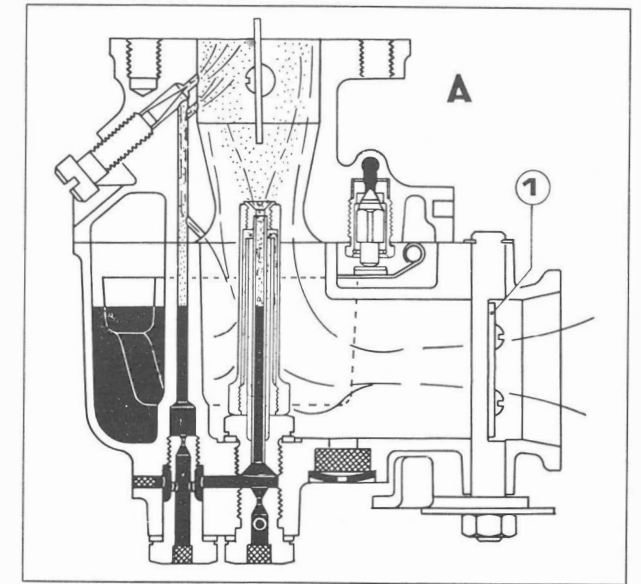

Fig. 33
A – Au démarrage à froid le papillon starter (1) est fermé pour limiter l'afflux d'air et mettre en dépression le conduit d'aspiration afin d'obtenir un mélange suffisamment riche (Fig. 33).
A – Cold starting: choke valve (1) is closed to reduce air flow; depression created in the inlet duct causes a very rich mixture to be supplied to the engine (Fig. 33).
A – Beim Anlassen des kalten Motors muss die Starterklappe (1) geschlossen bleiben, um die Luftzufuhr einzuschränken und um in der Mischkammer einen grösseren Unterdruck zu erzeugen. Auf diese Weise wird ein für das Anlassen genügend fettes Gemisch gebildet (Abb. 33).